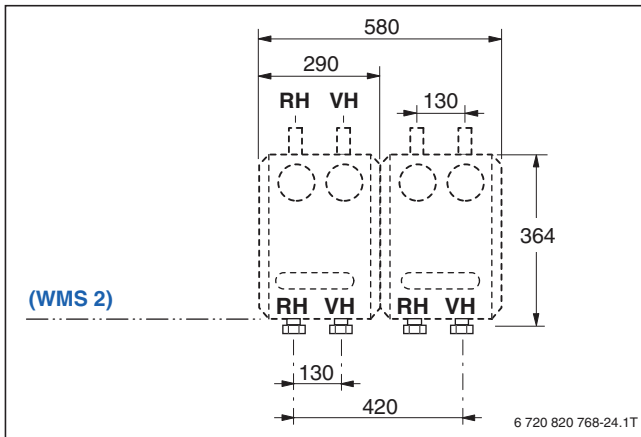
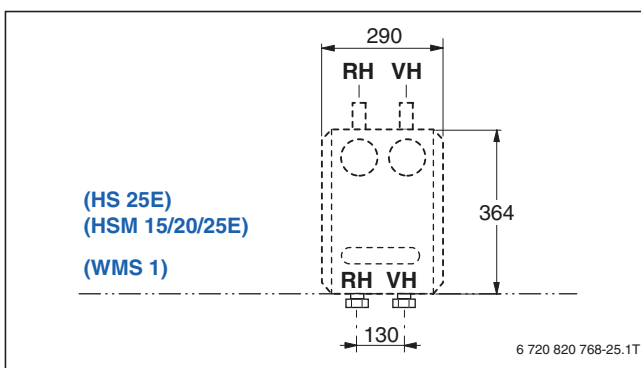

Bild 174 Abmessungen der Schnellmontage-Systemkombinationen für 2 Heizkreise (Maße in mm)
Bild 175 Abmessungen der Schnellmontage-Systemkombinationen für einen Heizkreis (Maße in mm)
**Legende zu Bild 174 und Bild 175:**